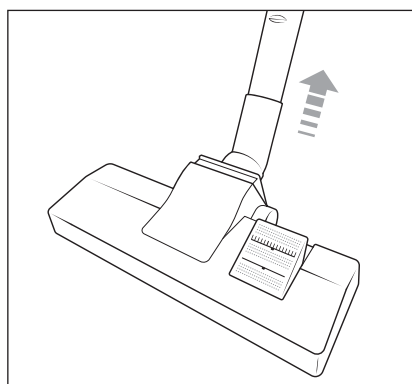

Fig. 7
- ◆ Para desmontar el cepillo para suelos **14** del tubo de aspiración telescópico **16**, tire del tubo de aspiración telescópico **16** para extraerlo del cepillo para suelos **14** (consulte la fig. 7).